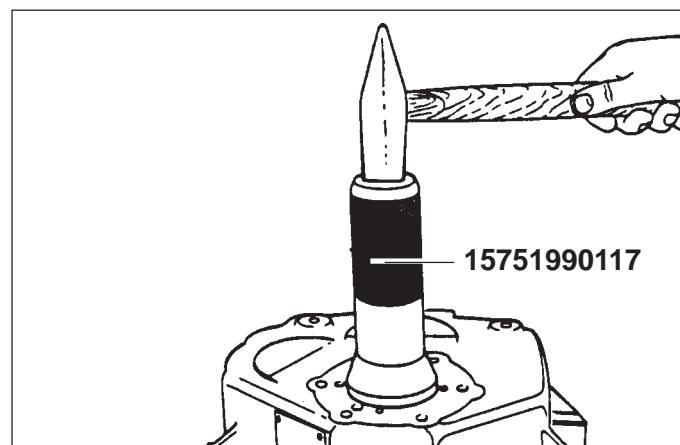
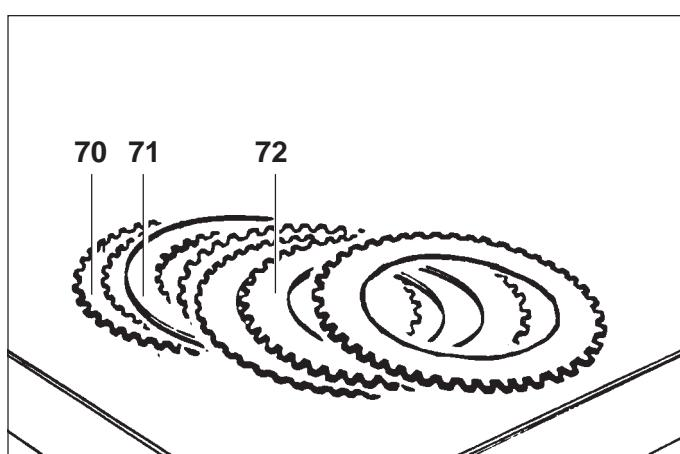

Fig. 16
Fig. 20
- 7) Eliminare l'anello OR (42), estrarre gli spessori (51-52-53-54), con un cacciavite estrarre la guarnizione di tenuta (47). Anello OR e guarnizione dovranno essere sostituiti in fase di montaggio con componenti nuovi.
- 8) Estrarre dal coperchio la coppa cuscinetto (50) utilizzando l'attrezzo (15751990177) battendo sulla superficie maggiore (Fig.16).
- 6) Sfilare il disco di appoggio (75) ed i dischi frizione (71) (72) (70) che compongono la frizione avendo cura di mantenere l'ordine di montaggio (Fig. 20).
- 7) Discard oil seal ring (42), extract the shims (51-52-53-54) and with a screw-driver, extract oil seal (47). Seal ring and O-Ring must be changed on re-assembly.
- 8) Drive off taper roller bearing (50) outer race from housing cover by use of tool (15751990177) (Fig.16).
- 6) Remove the plate (75) and clutch plates (71) (72) (70) taking care not mix them, for re-assembly purposes (Fig. 20).